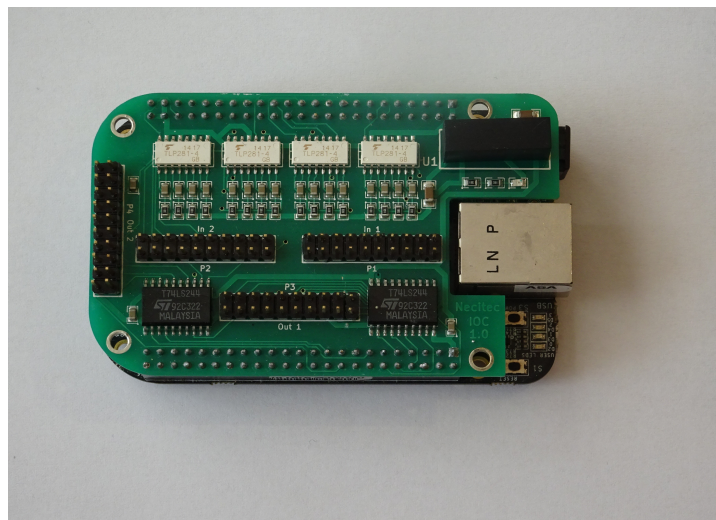

Abbildung 1: In ein Beaglebone Black Computer Board gestecktes Panther Cape.
2. Stecken Sie das Panther-Cape in die Anschlüsse Ihres Beaglebone Black Computers. Achten Sie darauf, das Board richtig herum einzustecken! Der Ethernet-Anschluss muss in die Aussparung am Cape passen. Siehe Abbildung 1 unten. Alle Pins des Boards müssen in die beiden Sockel des Beaglebone passen.